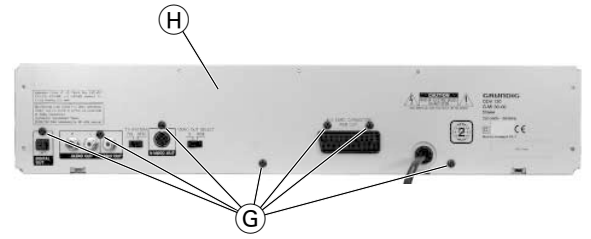

Fig. 6
- 7 Schrauben (G) (Fig. 6) herausdrehen und Abdeckung (H) abnehmen.
- Undo 7 screws (G) (Fig. 6) and remove the cover (H).